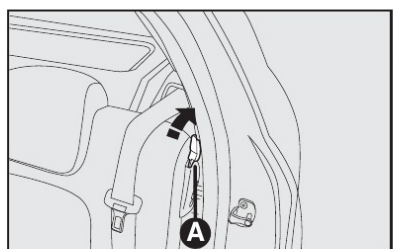

fig. 111
4) Desencaixar o encosto, movendo as alavancas laterais A-fig. 111 no sentido da seta.
Para isso, destravar a alavanca da direita ou da esquerda A-fig. 111 e rebater para a frente o encosto até obter uma única superfície de carga.